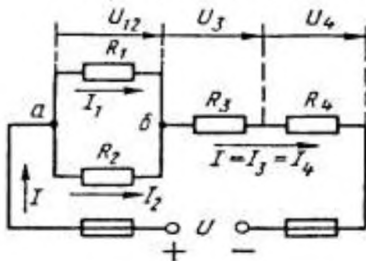

Рис. 1
резистором. Заданы схема цепи (рис. 1), значения сопротивлений резисторов:
2) обозначим токи I_1, I_2, I_3, I_4 на (рис. 1) стрелками и определим их значения из формулы мощности:
Формулировка закона: алгебраическая сумма токов в узловой точке равна нулю. Математическая запись для узла б схемы цепи рисунок 1:
В замкнутом контуре (рис. 1) приложенное напряжение U (аналогично ЭДС при внутреннем сопротивлении источника тока, равном нулю) и падения напряжения